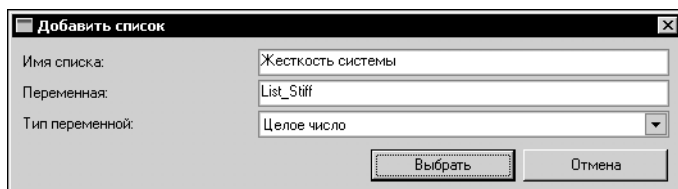

Рис. 21.20. Добавление списка
2. В открывшемся окне **Добавить список** (рис. 21.20) введите имя списка в поле **Имя списка**, название переменной — в поле **Переменная**.
3. Выберите тип переменной из раскрывающегося списка **Тип переменной** и нажмите кнопку **ОК** (рис. 21.20).